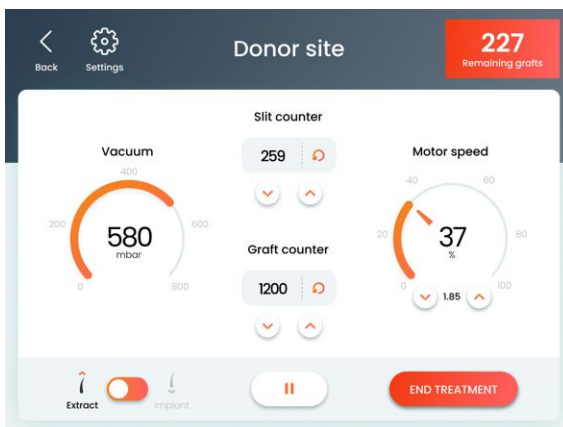

Figure 5-10. Écran Donor Site Treatment (Traitement Site donneur) (en état Démarrage)
- L'indicateur d'aspiration affiche le niveau d'aspiration, comme illustré à la Figure 5-10.